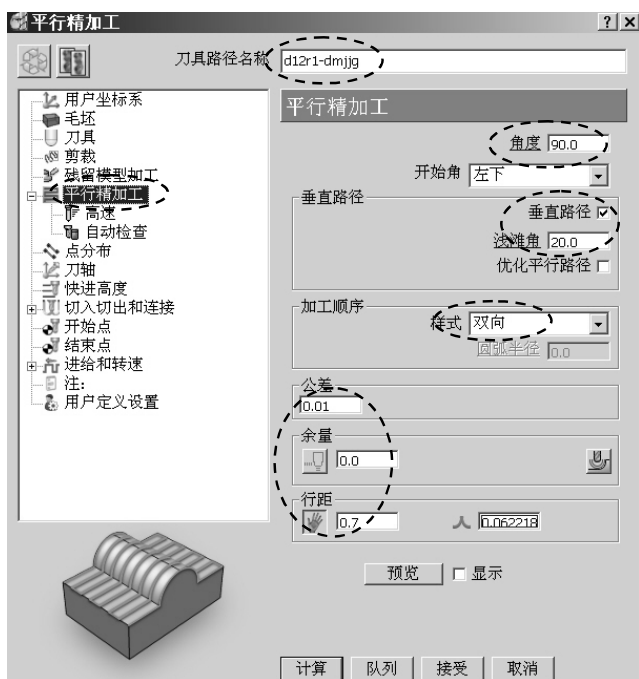

图 8-29 设置平行精加工参数
3) 计算平行精加工刀具路径: 在 PowerMILL 综合工具栏中单击刀具路径策略按钮, 打开“策略选取器”对话框, 选择“精加工”选项卡, 在这个选项卡里选择“平行精加工”, 单击“接受”按钮, 打开“平行精加工”表格, 按图 8-29 所示设置参数。